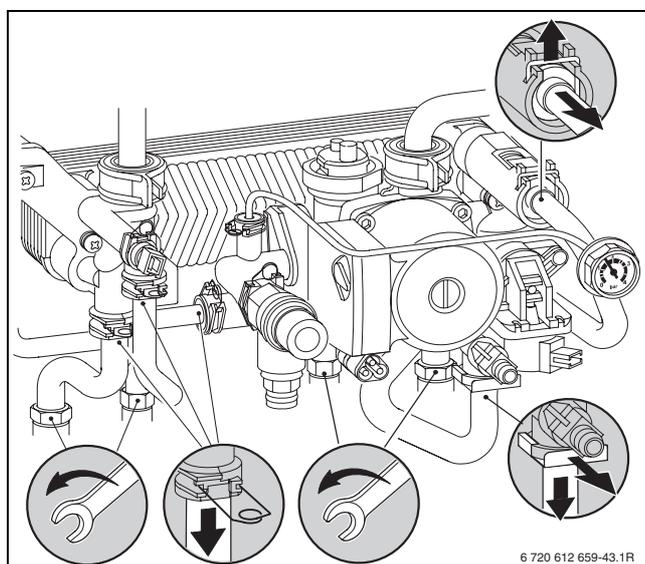

Fig. 46
- ▶ Svitare/estrarre tutti i raccordi dedicati (→ fig. 46).